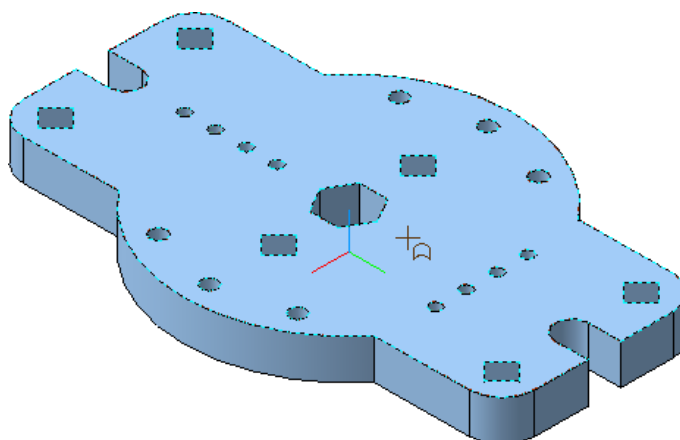

Рис. 22
- Выполните в пластине дополнительное отверстие диаметром 20 мм с центром, имеющим координаты $X=30$ мм, $Y=0$. Для этого вернитесь в чертеж пространственной модели «Пластина», выберите ориентацию YZX, подведите курсор к верхней плоскости пластины. Курсор примет вид , рис. 22. Это грань детали (плоскость, поверхность). Щелкните левой кнопкой мыши. Новый эскиз будет располагаться на выбранной плоскости.